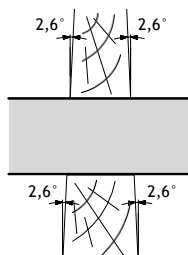

Fig. A16.01
- С оглед да не се намали ефективността на направл. скоба BFD (20), елементите могат да се отклоняват от центъра на макс.  $2,6^\circ$ . (Fig. A16.01)
- Ширина на изравняващите вложки отвътре (50) = min. 4 cm.